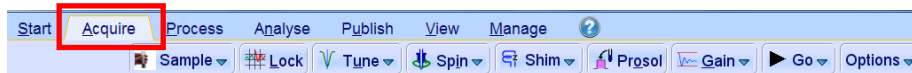

図 44. フローインターフェイス中の Acquire タブの位置.
- ① Acquire タブをクリックして、フローインターフェイスを切り替えます (図 44)。
- ② サンプルを挿入します。